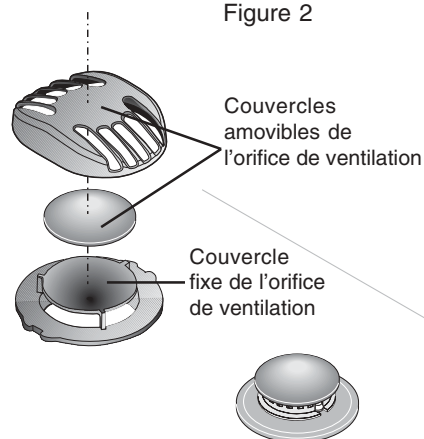

Figure 3
4. Placez les 2 (deux) couvercles amovibles de l'orifice de ventilation sur le couvercle fixe de l'orifice de ventilation tel que montré à la figure 3.